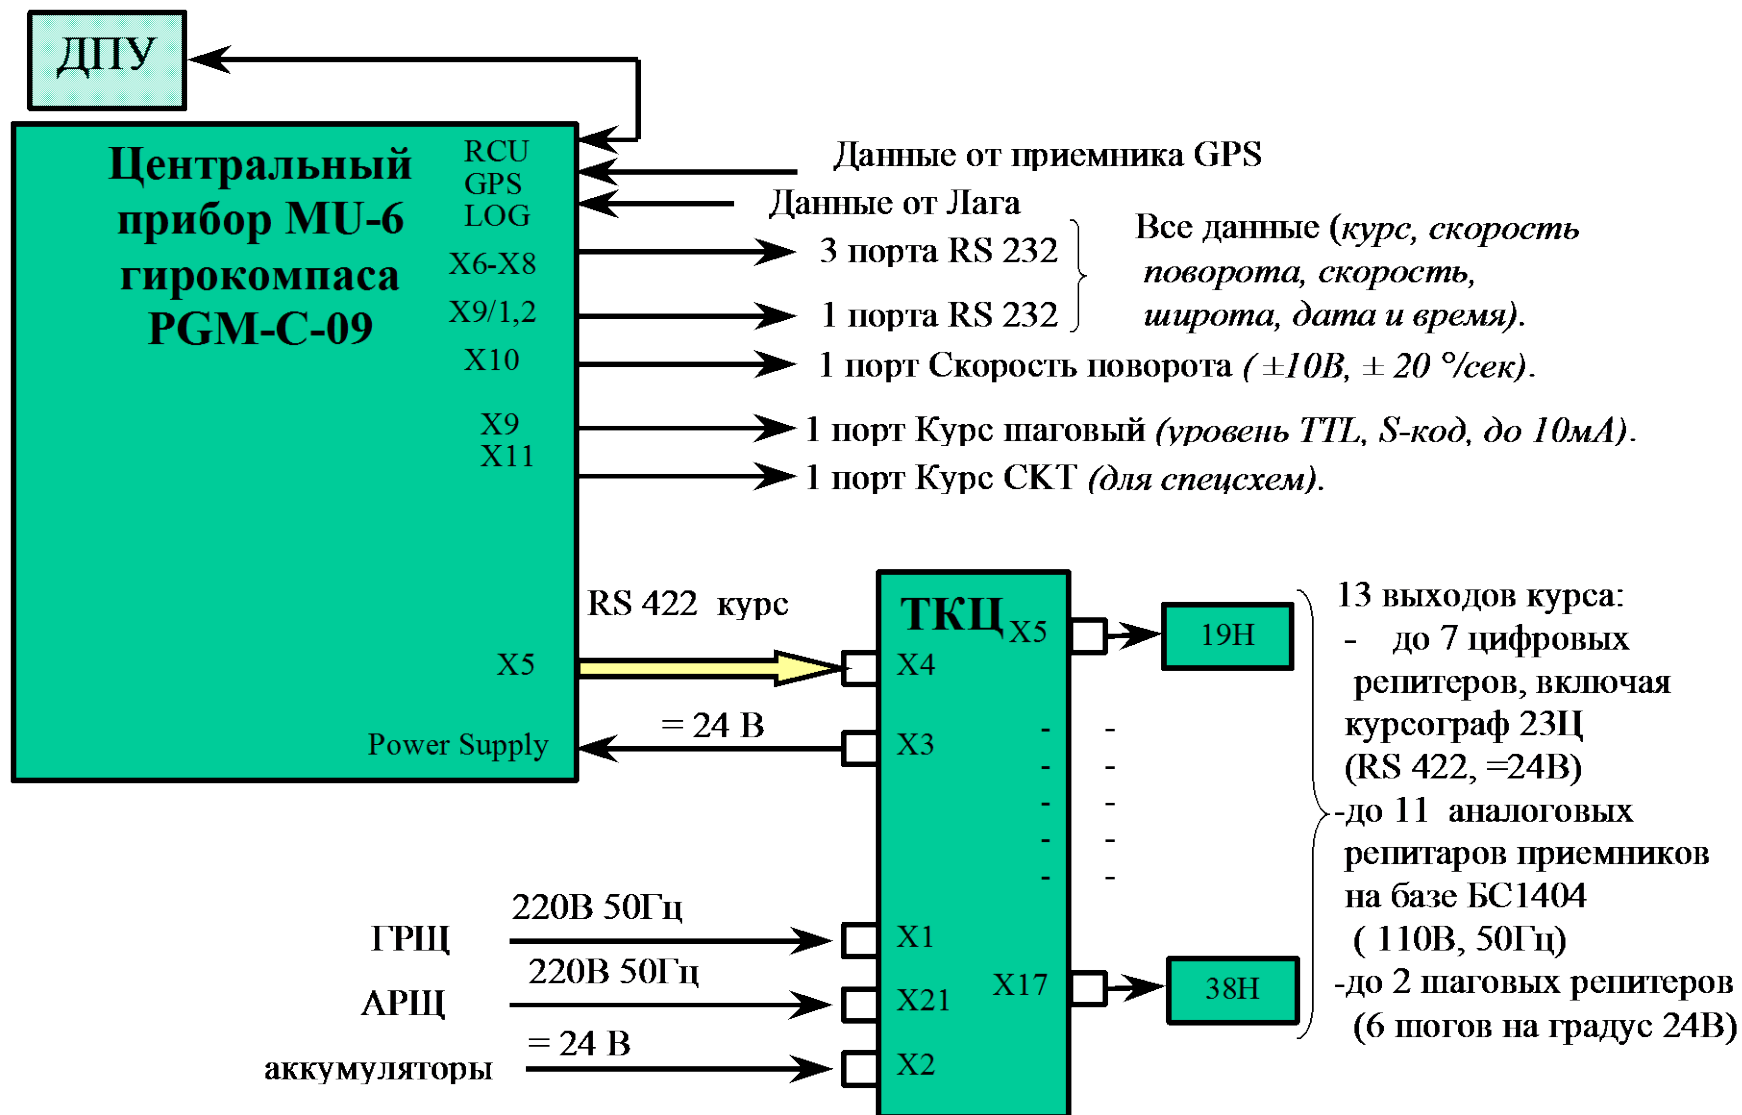

Рис.3.3 Структурная схема гк «PGM-C-09» в комплектации 04 (без ДПУ), 05 (с ДПУ)
На рис. 3.3 представлена комплектация (04), которую используют при замене устаревших гирокомпасов с аналоговыми репитерами. В состав данного комплекта гирокомпаса входят следующие приборы: